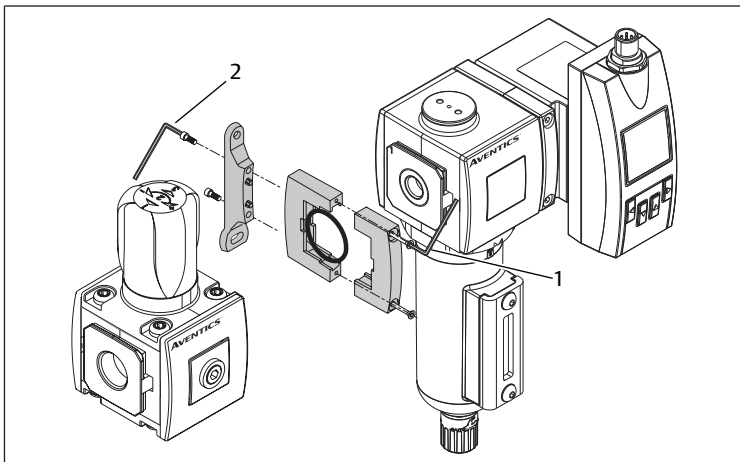

Abb. 7: Montage mit Verblockungssatz
3. Produkt mit Verblockungssatz montieren. Siehe → Abb. 7.